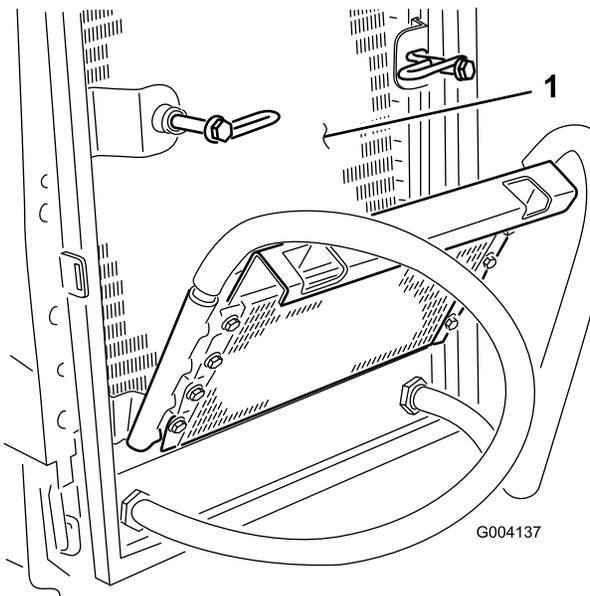

Figura 61
7. Pulite accuratamente entrambi i lati del radiatore dell'olio e del radiatore utilizzando aria compressa (Figura 61).